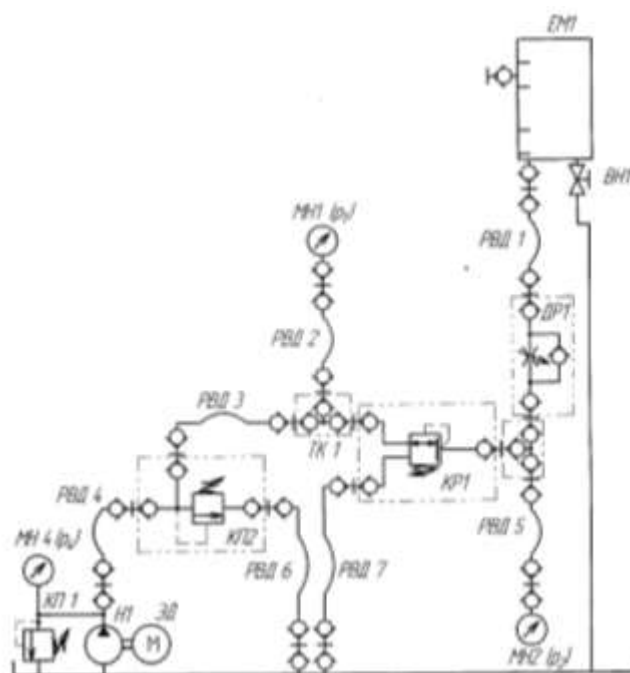

Рисунок 22 – схема гидравлическая
Собрать схему рис.22.
1. Выполнить чертеж схемы рис.22, 23 и проставить буквенно-цифровое обозначение.
2. Составить схему потоков для рис. 22, 23.
3. Составить циклограммы для рис.22, 23.